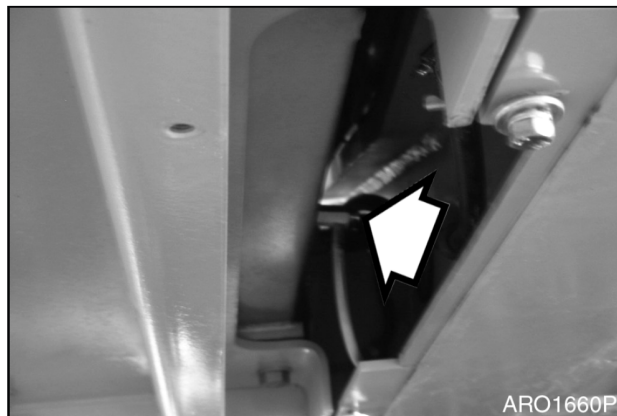

Рис. 71
2. Поставить под радиатор емкость и открыть сливной кран (рис. 71).